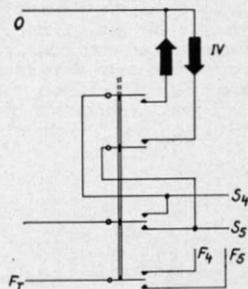

Abb. 3. Bei Verwendung der Repa-Endabschalter sind diese gemäß nebenstehendem Schaltschema in die Schaltung nach Abb. 1 bzw. 4 einzuordnen.
wenn in Gleis 4 eingefahren werden soll; bei Fahrt in Gleis 3 ist nur noch die Bedienung der ersten drei Weichen erforderlich. Mit etwas Geduld kann man sich die Möglichkeiten selbst klarmachen. Wichtig ist dabei die Justierung der Weichenkontakte, da beim Umschalten niemals beide Spulen einer Weiche gleichzeitig Strom bekommen dürfen. Die mittlere Feder darf also die beiden äußeren nicht gleichzeitig berühren. Für die Endabschaltung der Spulen (obere Reihe in der Zeichnung) kann man auch einfache Umschalter verwenden, wenn man die Verbindung zwischen den Spulen trennt und einzeln an den Schalter führt, der sie dann abwechselnd mit dem Rückleiter (0) verbindet. Bei Benutzung der mitgelieferten Repa-Endabschalter müssen diese in die Zuleitung eingebaut werden, wie aus Abb. 3 ersichtlich ist.